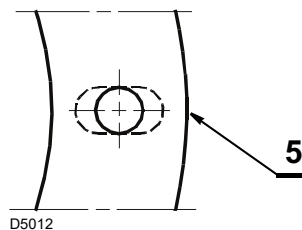

Fig. 8
- Ensanche, si fuese necesario, los orificios de la junta aislante 5)(Fig. 8), procurando no dañarla.